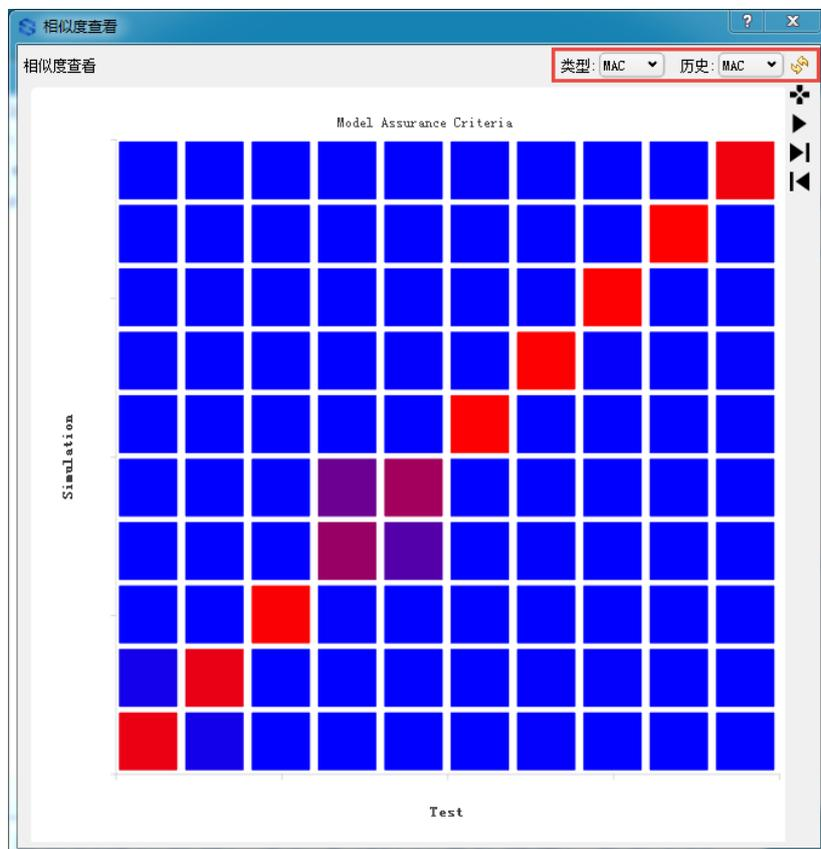

图 1.15 修正前的 MAC 图
(6) 相似度分析。
① 相似度分析。右键点击“4 相似度”，选择“计算相似度”，弹窗提示“相似度计算完成”，完成相似度分析。
② 相似度查看。右键点击“4 相似度”，选择“查看相似度”，弹出窗口如图 1.15 所示。点击右上角的“类型”下拉菜单，选择“MAC”，点击“历史”的下拉菜单选择“MAC”，这是 10 阶试验模态与仿真模态的 MAC 图，横坐标是 10 阶试验模态，纵坐标是 10 阶仿真模态。